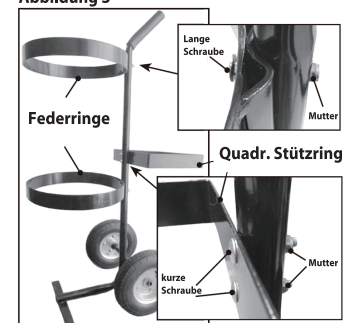

Abbildung 4
Schritt 7. Befestigen Sie den Werkzeuggürtel am unteren runden Stützring, indem Sie die Haken- und Schlaufenstreifen aus Abbildung 4 um den Ring falten. An einem Ende des Werkzeuggurts ist ein Hakenstreifen angebracht, der über der Basisstütze platziert und daran befestigt werden sollte. (Abbildung 5)